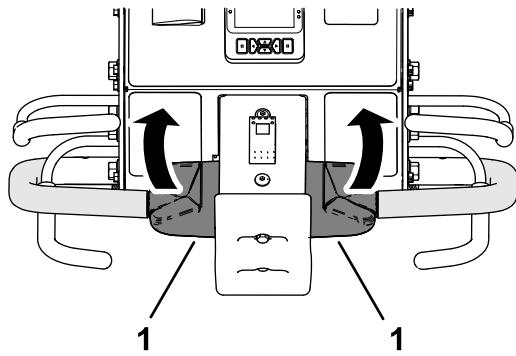

Bild 38
- Halten Sie den Schaltbügel und den Aerifizierbügel fest und drehen Sie den oberen Teil des Fahrantriebshebels nach hinten (Bild 38).